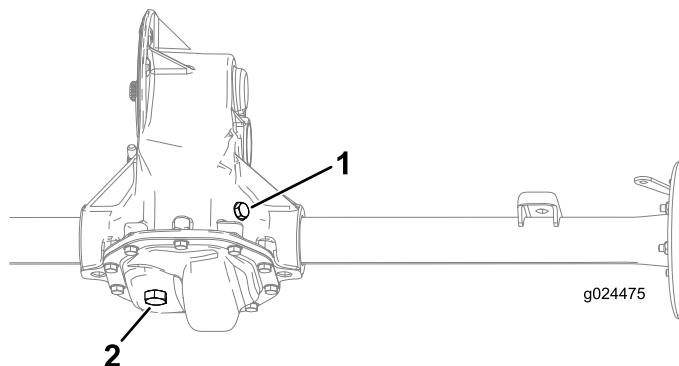

図 36
2. トランスアクスルについている補給プラグを外す図 36。
3. オイルの量が少ない場合は、補給プラグを取り、穴からあふれ出てくるまで所定のオイルを補給する図 36。
1. ドレンプラグの下にオイルを受ける容器をおく図 36。
2. トランスアクスルについている補給プラグとシールを外す図 36。
3. ドレンプラグとシールを外してオイルが完全に抜けるのを待つ図 36。